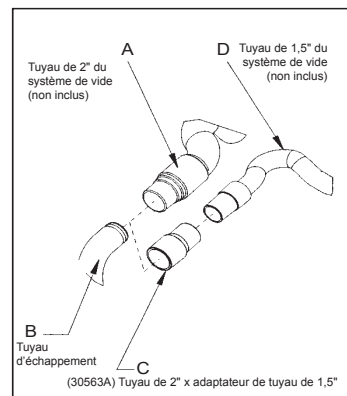

Figure 1
1. Installez l'extrémité du tuyau de 2" (figure 1, A) directement sur le tuyau d'échappement (figure 1, B).
1. Installez l'adaptateur d'extrémité de tuyau 2" x 1½" (référence 30563A) (figure 1, C) sur le tuyau d'échappement (figure 1, B).
2. Insérez l'extrémité du tuyau 1½" (figure 1, D) dans l'adaptateur (figure 1, C).